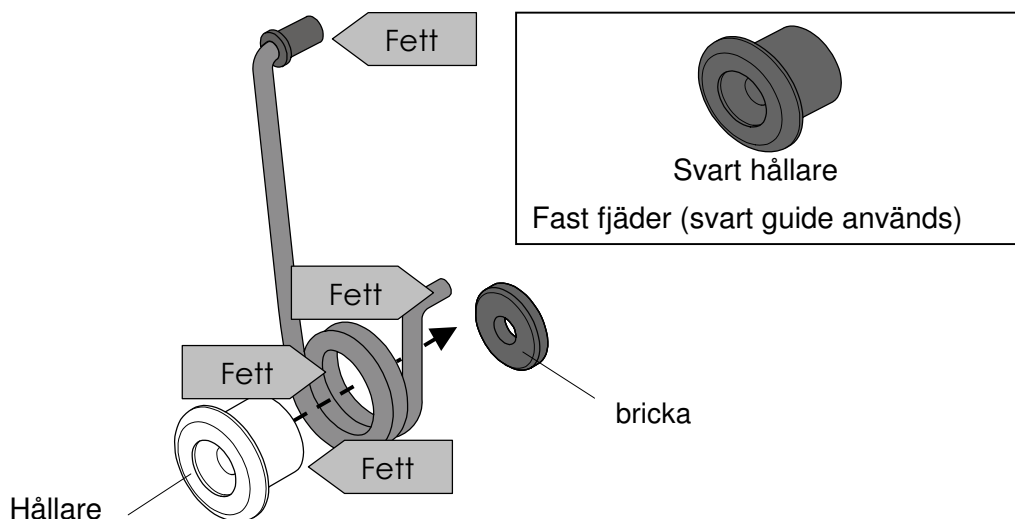

Bild 4
- Applicera fett på hållaren, bägge ändrar av guiden och fjädern och på insidan av fjädern (bild 4)